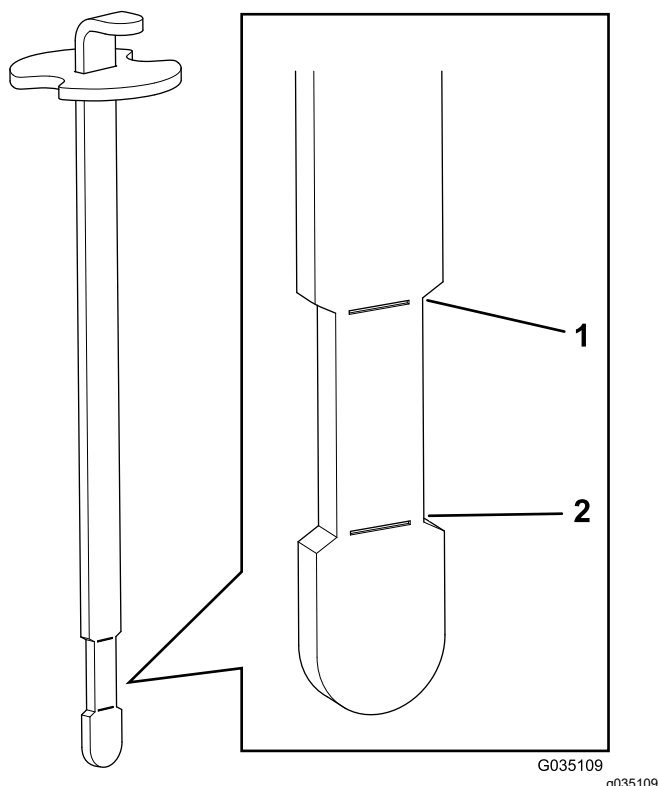

Bild 40
6. Stecken Sie den Peilstab in den Einfüllstutzen und ziehen ihn dann heraus, um den Ölstand zu prüfen (**Bild 40**).